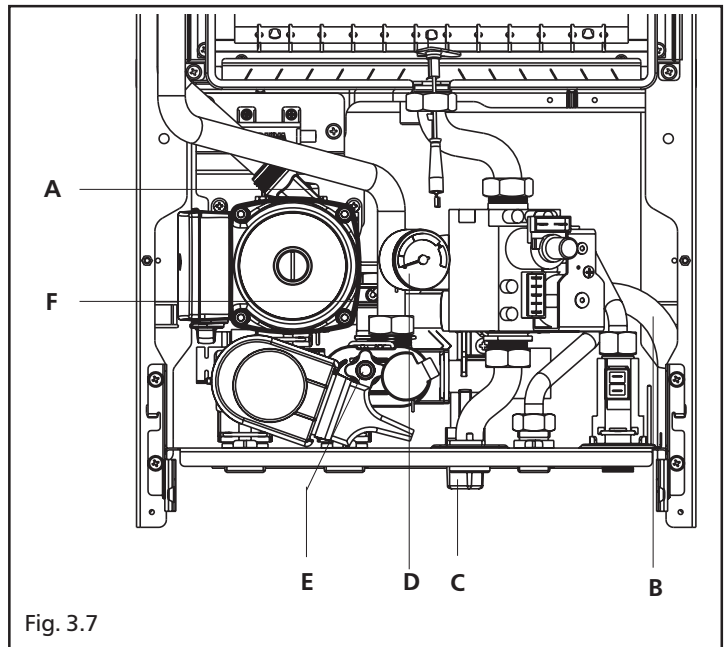

Fig. 3.7
- collegare il tubetto in gomma, fornito di serie, alla valvola di scarico caldaia E (fig. 3.7)